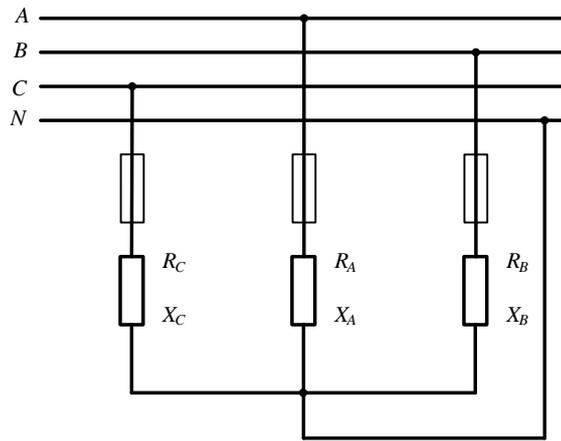

Рисунок 53
**Задача 55.** К трехфазной линии (рис. 53) с линейным напряжением  $U_{\text{л}}=380\text{В}$  подключены три одинаковых приемника, соединенные по схеме « звезда » с нейтральным проводом. Активное и реактивное сопротивление каждого приемника равны  $R_{\phi}=3\text{Ом}$ ,  $x_{\phi}=4\text{Ом}$ . Определить токи в фазах и нейтральном проводе, построить совмещенную векторную диаграмму напряжений и токов.